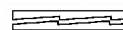

Рис.1
- установите пружинные кольца и распорки (рис. 1)